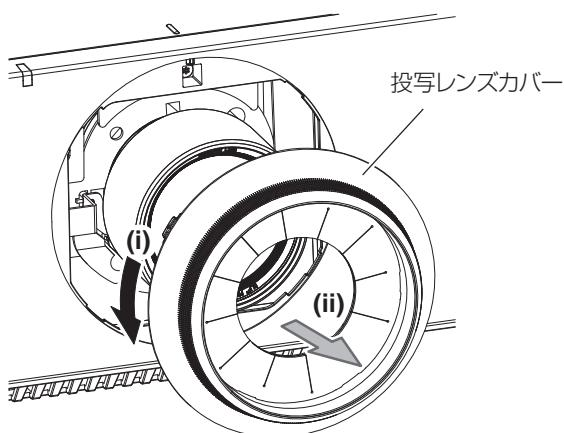

図1
- 1) 投写レンズカバーを反時計方向に回し、取り外す（図1）